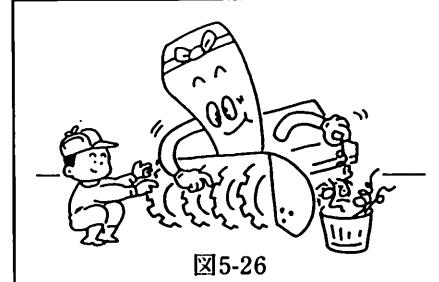

図5-26
②プロワ及びオーガ軸にビニール紐などが巻き付いたら、取り除いてください。そのまま運転しますと、オーガミッションのオイルシールを傷め、オイル漏れの原因になります。(図5-26参照)